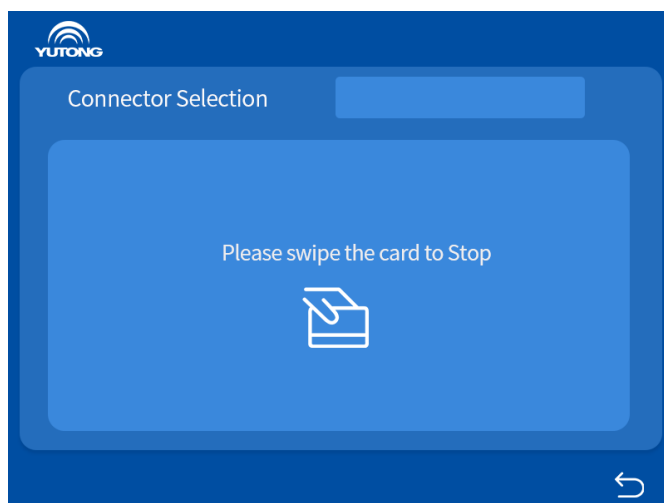

Рис. 11 Интерфейс прекращения зарядки с помощью карты
6) После завершения или остановки зарядки процесс входит в интерфейс остановки считывания карты, как показано на рис.11. После остановки зарядки с помощью карты интерфейс возвращается к шагу 2), на этом, зарядка завершена, пожалуйста, установите зарядный разъем обратно в указанное положение. Если функция считывания карты отключена, пропустите этот шаг.